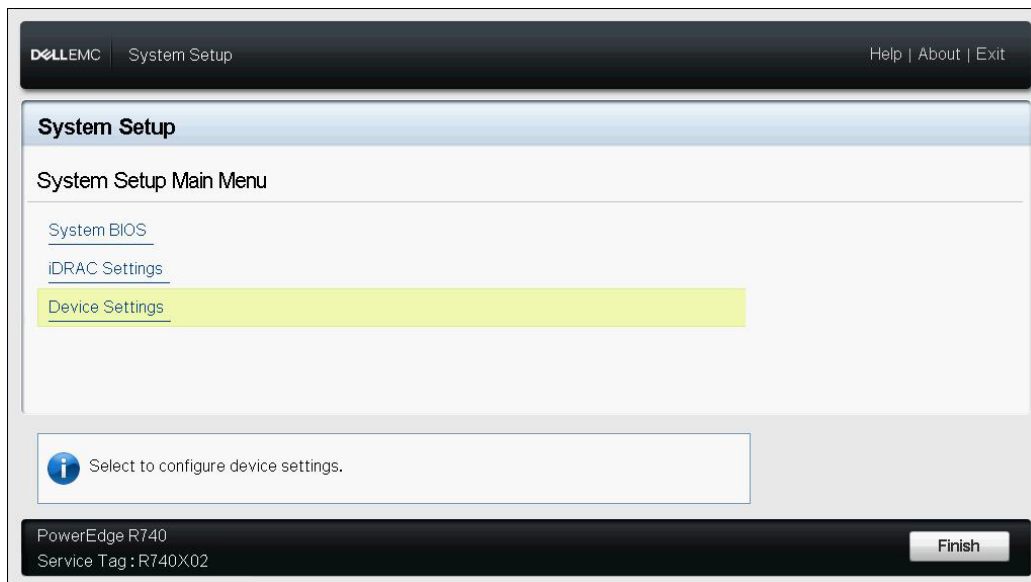

Ilustración 6-26. System Setup: Selecting Device Settings (Configuración del sistema: Selección de la configuración del dispositivo)
2. Pulse la tecla de activación del OEM para entrar en la configuración del sistema (Ilustración 6-26). Esto también se denomina UEFI HII.